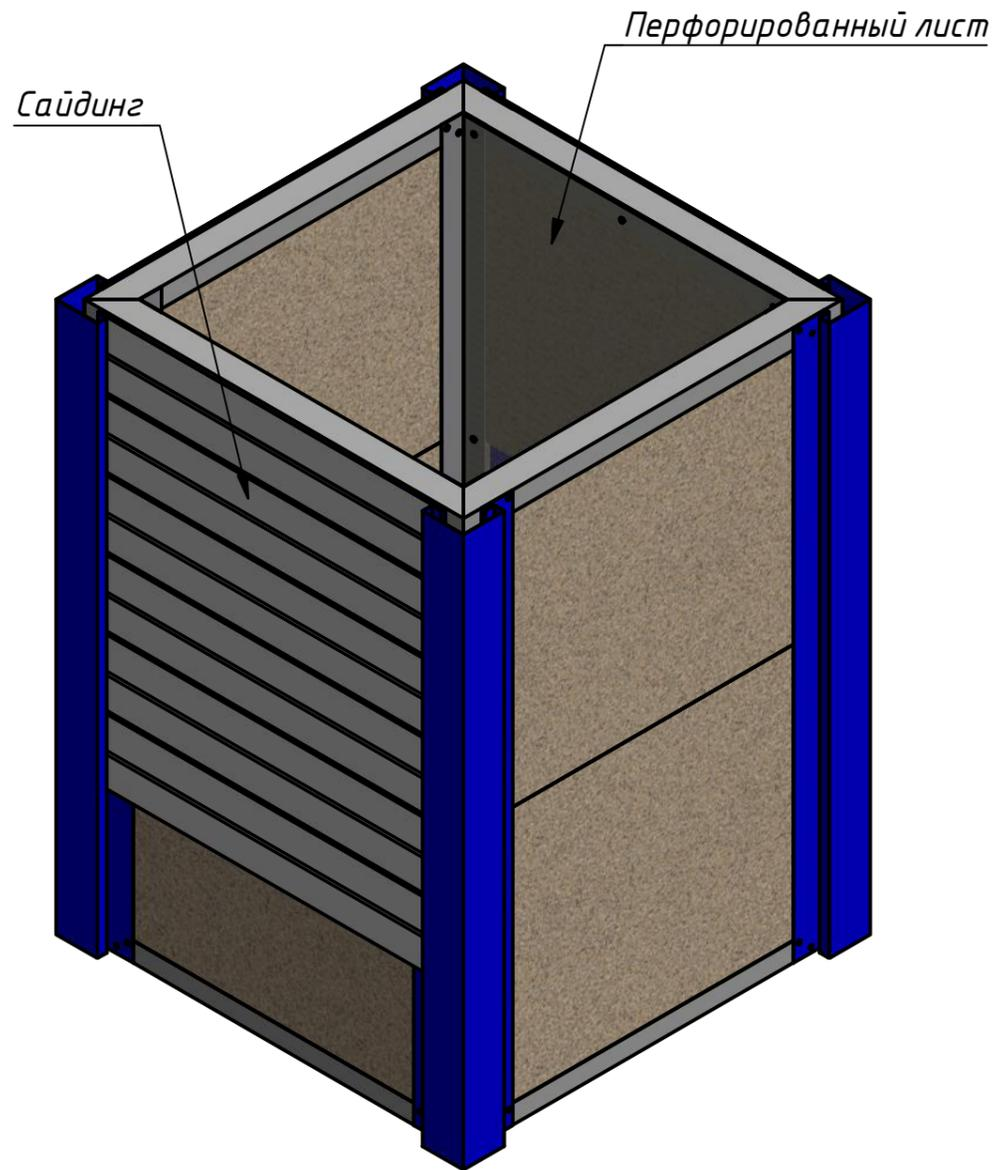

Рис. 11
4.2.6. Полученную конструкцию с внутренней стороны облицовать перфорированным листом, с наружной стороны – сайдингом (рис.11,12)